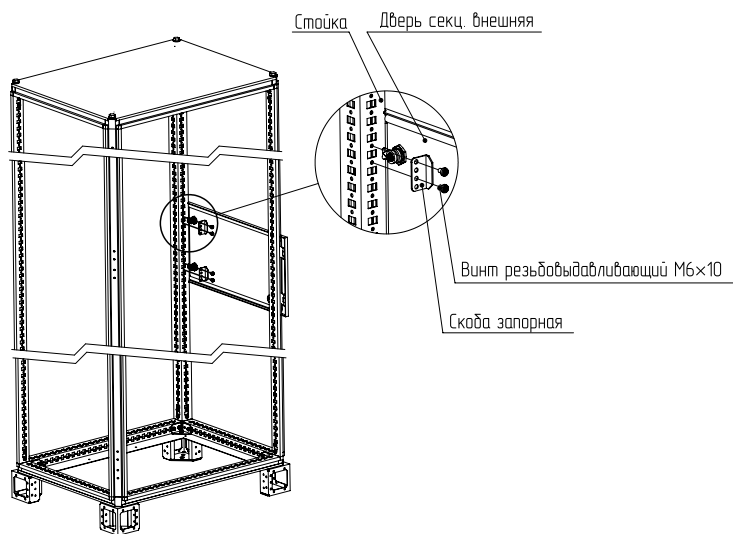

Рисунок 6
4.1.5 Установить скобу запорную на противоположной стойке, относительно крепления петель и закрепить винтами М6×10 (рисунок 6). Момент затяжки – 7 Н·м.